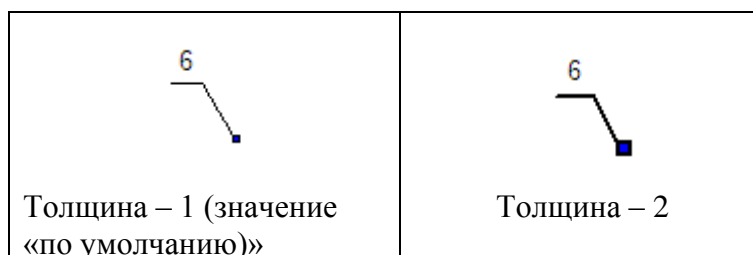

Рис. 5.150
5. Толщина линий выносок (в pt). Пример выносок с различными значениями толщин линий показан на Рис. 5.150.